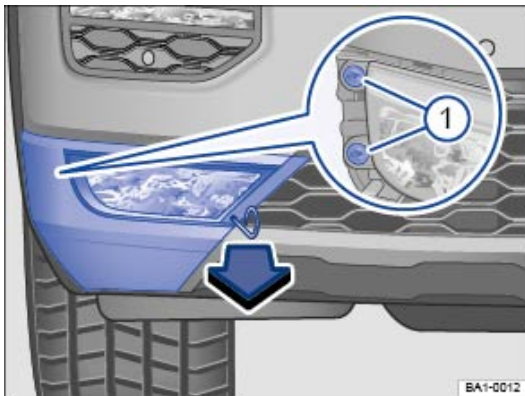

Fig. 169 Dans le pare-chocs avant, du côté droit : dépose du projecteur antibrouillard
- 2 Prenez l'étrier métallique dans l'outillage de bord et accrochez-le dans l'ouverture située sur le cache ⇒ Fig. 169. Retirez le cache vers l'avant, dans le sens de la flèche.
- 3 Dévissez les vis de fixation ⇒ Fig. 169 ① à l'aide du tournevis faisant partie de l'outillage de bord ⇒ Outillage de bord.
- 11 Vissez fermement les vis de fixation ⇒ Fig. 169 ① à l'aide du tournevis.
- 12 Mettez en place le cache dans le pare-chocs ⇒ Fig. 169.